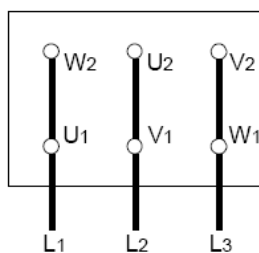

Fig. 9a. Conexión - Δ
- La conexión a la red eléctrica en la caja de bornes depende de la potencia nominal del motor, la fuente de alimentación y el tipo de conexión. La conexión necesaria de los puentes en la caja de bornes se muestra a continuación (Tabla 1. y Fig. 9a, 9b, 9c).